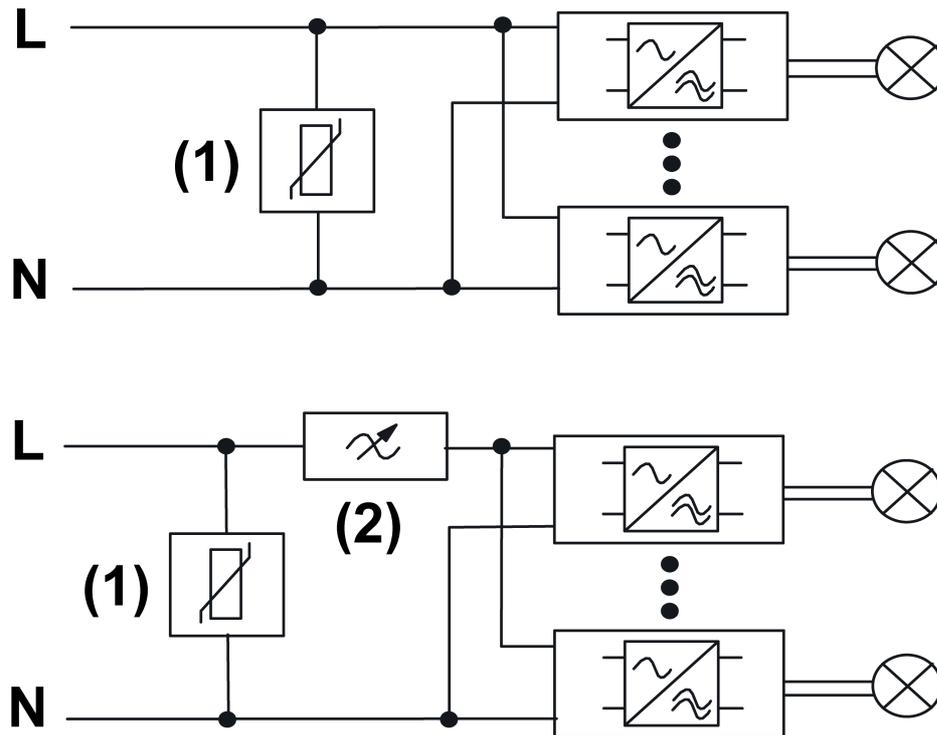

Figure 8: Exemple de raccordement du module de protection contre les surtensions
- i** En cas de risque de pointes de tension secteur, bloquer le module de protection contre les surtensions (1) entre L et N côté primaire parallèlement au transformateur Tronic ou, en cas d'utilisation de variateurs, parallèlement à la commutation en série du variateur (2) et du transformateur Tronic (figure 8).